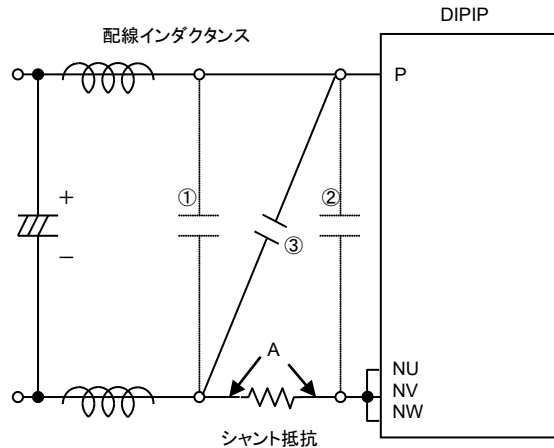

図 3-1-8 スナバ接続回路
図 3-1-8 のように、スナバコンデンサの挿入位置として①と②が考えられます。サージ電圧を最大限に除去するためにはスナバコンデンサを②の位置に設置する必要がありますが、シャント抵抗にはスナバコンデンサを通して充放電電流(配線インダクタンスとスナバコンデンサの共振電流)が流れます。配線インダクタンスが大きい場合、この充放電電流で短絡保護回路が動作する場合がありますので注意が必要です。